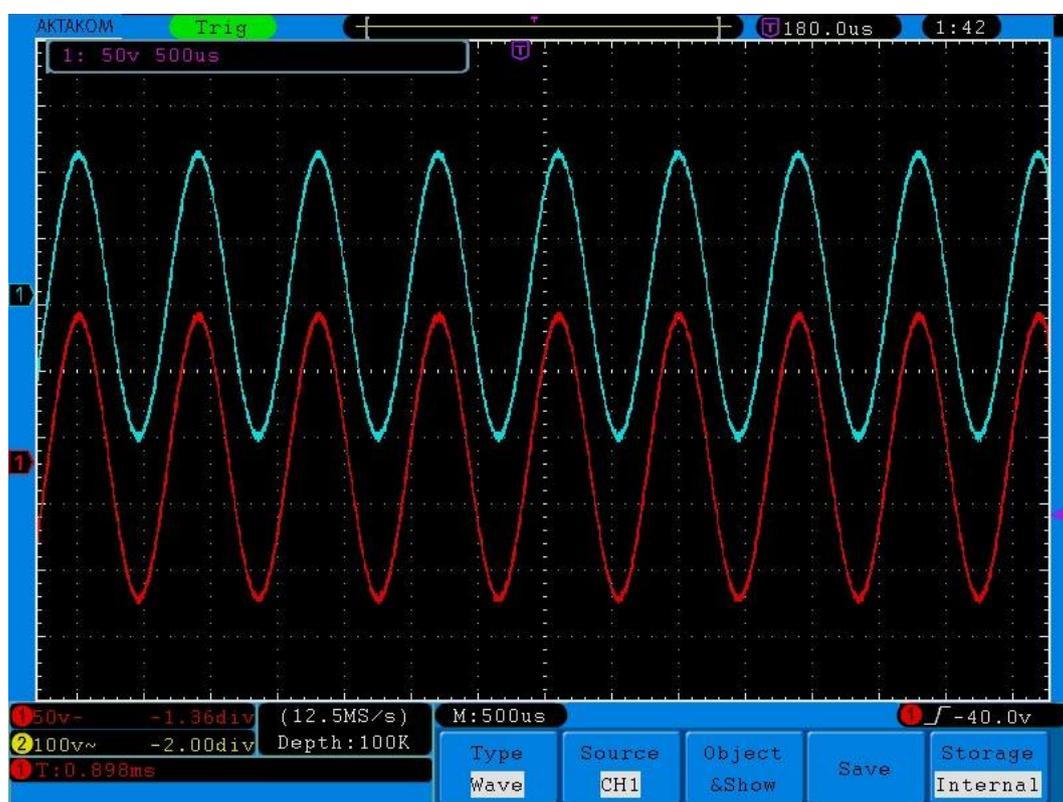

Рис. 45. Вид экрана с ранее сохраненной осциллограммой
3. Сохраненная осциллограмма отобразится на экране. При этом уровень положения и коэффициент развертки, вызванной из памяти осциллограммы, будет отображен в верхнем левом углу экрана (см. рис. 45).